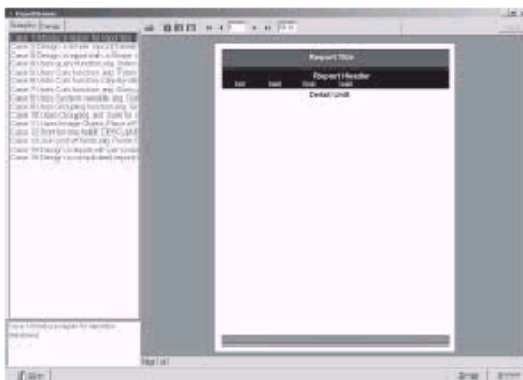
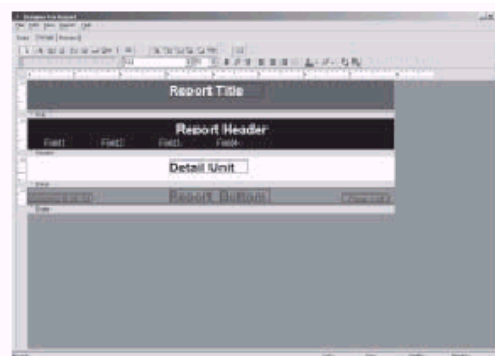

Fig. 8-19 Haga clic en la Opción de la Lista Una Vez
Fig. 8-20 Haga clic en la Opción de la Lista dos Vezes
1. Ejemplo de examinación de reporte. Seleccione la tecla **Examples**. Haga clic en la opción de listado en la tabla de listados, los resultados se mostrarán en la pantalla de la Fig. 8-19. Haga doble clic en la opción de listado, se mostrará la pantalla como en la Fig. 8-20. El ejemplo no puede modificarse.